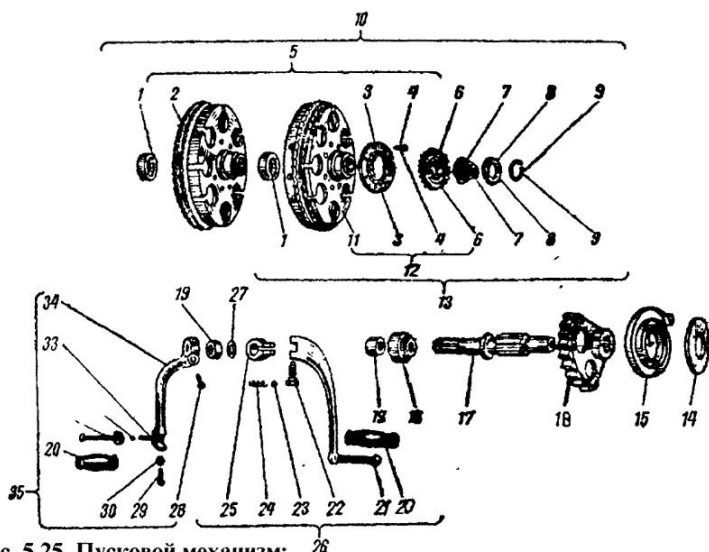

Рис. 5.25. Пусковой механизм: 26
Конструкция пускового механизма мотоциклов “Иж” различных моделей представлена на рис. 5.25, 5.26, 5.27.
- удалить с ведущего (наружного) барабана 2 или 11 (рис. 5.25) пружинное стопорное кольцо 9, фигурную шайбу 8, пружину 7 и зубчатку кикстартера 6. (Храповик 3 крепится к барабану 2 или 11 заклепками 4);